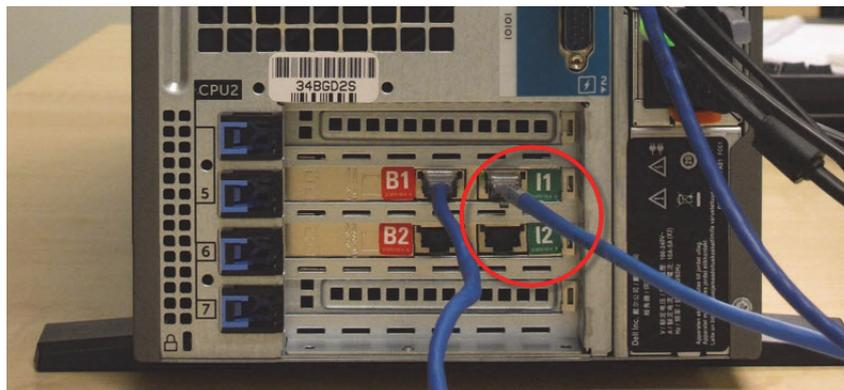

Figure 152 : Ports d'instrumentation des contrôleurs
3. Débranchez le câble réseau Instrument du port étiqueté **I1** ou **I2** du contrôleur principal, puis rebranchez le câble sur le même port du contrôleur secondaire. Voir Figure 152.